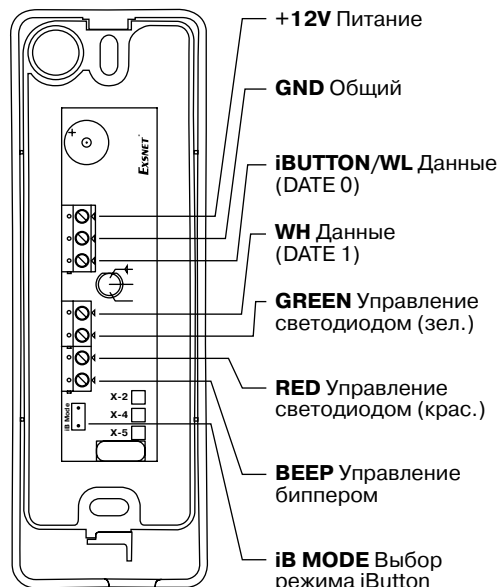

Рисунок 1
3. Подключите подводящий провод к считывателю согласно рис.1.
1. **Wiegand-26.** Код карты или брелока, находящегося в зоне действия считывателя, передается на контроллер однократно. Для повторения послышки следует снова поднести карту или брелок к считывателю. Чтобы использовать выходной интерфейс Wiegand-26, необходимо подключить выходные клеммы iBUTTON/WL и WH к соответствующим входам контроллера системы контроля доступа и убрать перемычку iB MODE (см. рисунок 1).
2. **iButton (режим эмуляции Touch Memory).** Код карты или брелока, находящегося в зоне действия считывателя, передается по запросу от контроллера. Данный режим используется в большинстве систем контроля доступа. Чтобы использовать выходной интерфейс iButton в режиме эмуляции Touch Memory, необходимо подключить выходную клемму iBUTTON/WL к клемме TM (центральный) контроллера и установить перемычку iB MODE (см. рисунок 1).
3. **iButton (режим однократной передачи).** Код карты или брелока, находящегося в зоне действия считывателя, передается на контроллер однократно. Для повторения послышки следует снова внести карту или брелок в зону действия считывателя. Данный режим используется в некоторых системах контроля доступа. Чтобы использовать выходной интерфейс iButton в режиме однократной передачи, необходимо подключить выходные клеммы iBUTTON/WL и WH к клемме TM (центральный) контроллера и снять перемычку iB MODE (см. рисунок 1).